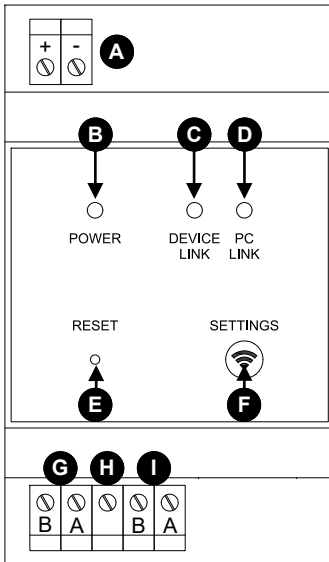

Fig. 1: Aspetto e caratteristiche del prodotto
- **Power (B)** di Fig. 1):
- **Device link (C)** di Fig. 1):
### - PC link (Led D) Fig. 1):